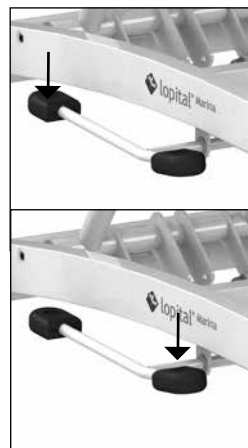

Figure 8 Réglage vers le bas.
- Pour abaisser le brancard, enfoncez du pied le petit bras du pédalier (Cf. figure 8).